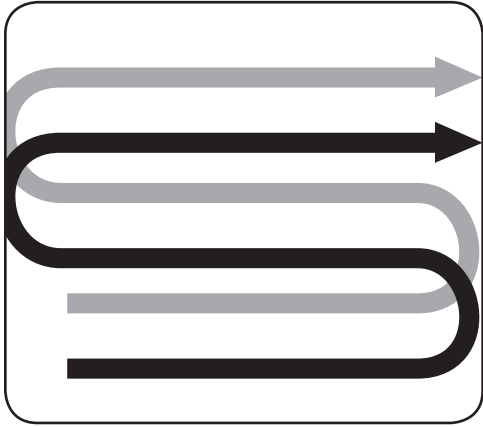

Figura 4-6
- Al preparar el lecho de siembra, recorra la misma senda dos veces en la primera hilera, luego traslape la mitad del ancho de la cultivadora en el resto de las pasadas. Vea la Figura 4-6.